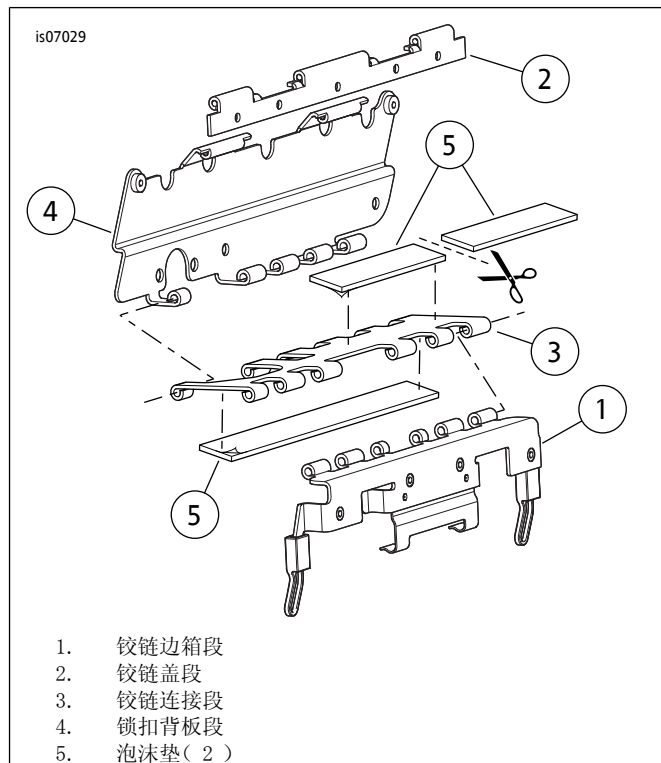

图3。将泡沫垫安装至边箱锁扣铰链(图示为左侧)
参见图3。为清楚起见，图中的边箱锁扣铰链已拆下销。
15. 从套件中取出两个泡沫垫(图7：项目15)。按照图3所示将其中一个一切为二。去掉未切割垫的背胶衬垫，将其粘贴至锁扣铰链连接段(3)的平侧。去掉一段已切割垫的背胶衬垫，将其粘贴至锁扣连接段的铰链侧，如图所示。